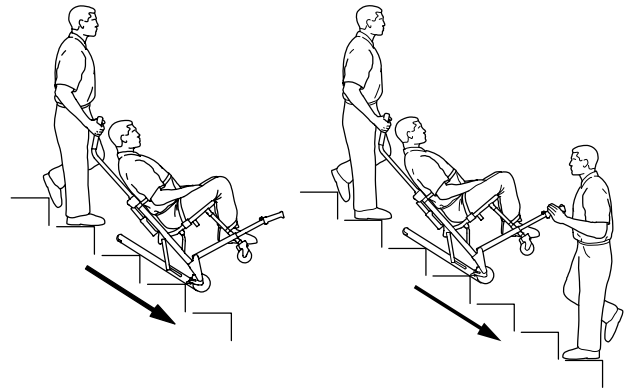

Figura 11 – Transporte escaleras abajo
8. Ambos operadores: Deslice hacia abajo por las escaleras hasta que las almohadillas estén niveladas por los bordes de dos o tres escalones (Figura 11).